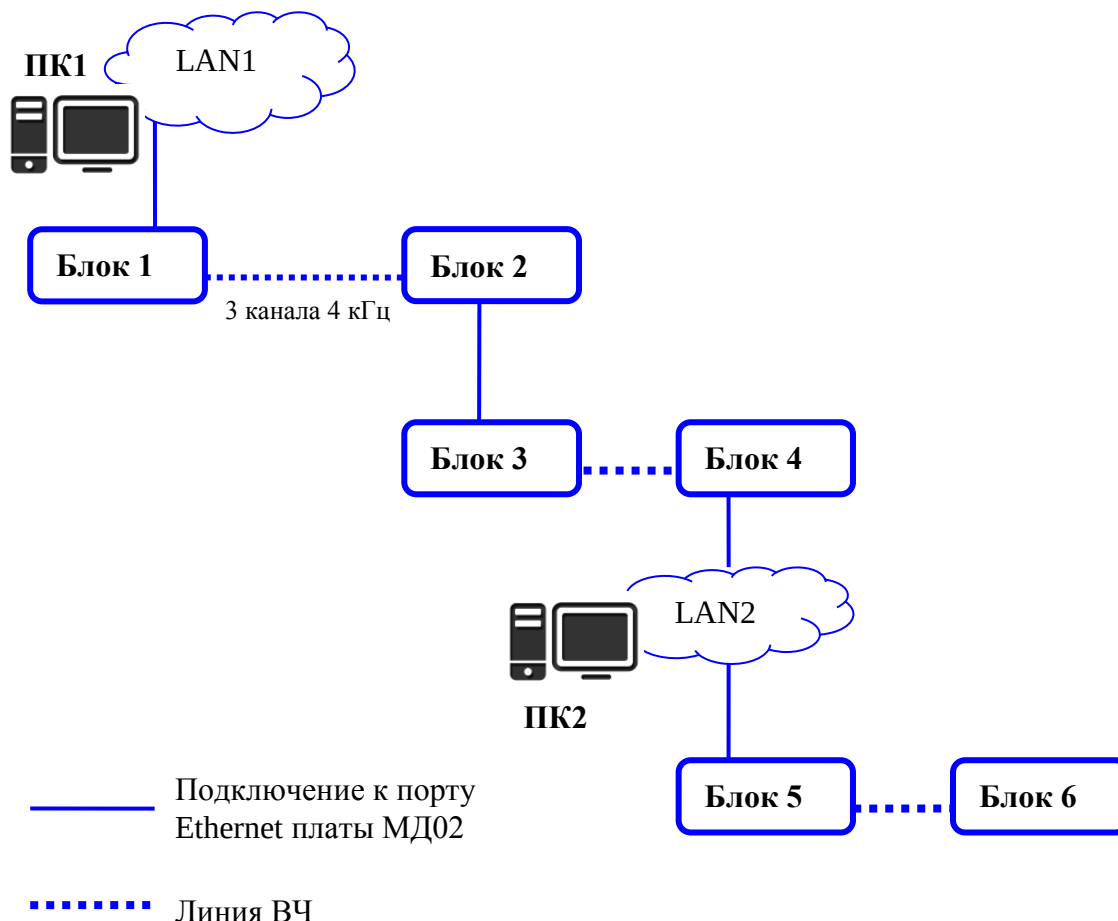

Рис. 9. Пример подключения компьютеров к разным узлам сети блоков.
**ID** – сетевой идентификатор блока. Необходим для участков переключения мониторинга через Ethernet (см. рис. 9, соединение Блок 2 – Блок 3 и Блок 4 - Блок 5).